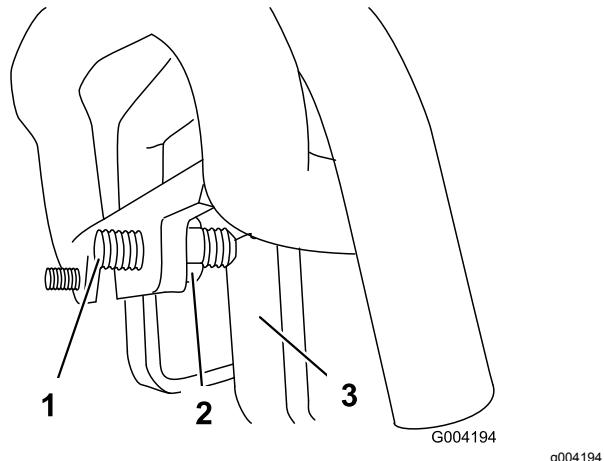

Figura 58
3. Se máquina desviar para a **esquerda**, desaperte a porca de bloqueio **direita** e ajuste o parafuso de afinação do acompanhamento na frente do controlo de tração (Figura 58).
4. Se máquina desviar para a **direita**, desaperte a porca de bloqueio **esquerda** e ajuste o parafuso de afinação do acompanhamento na frente do controlo de tração (Figura 58).